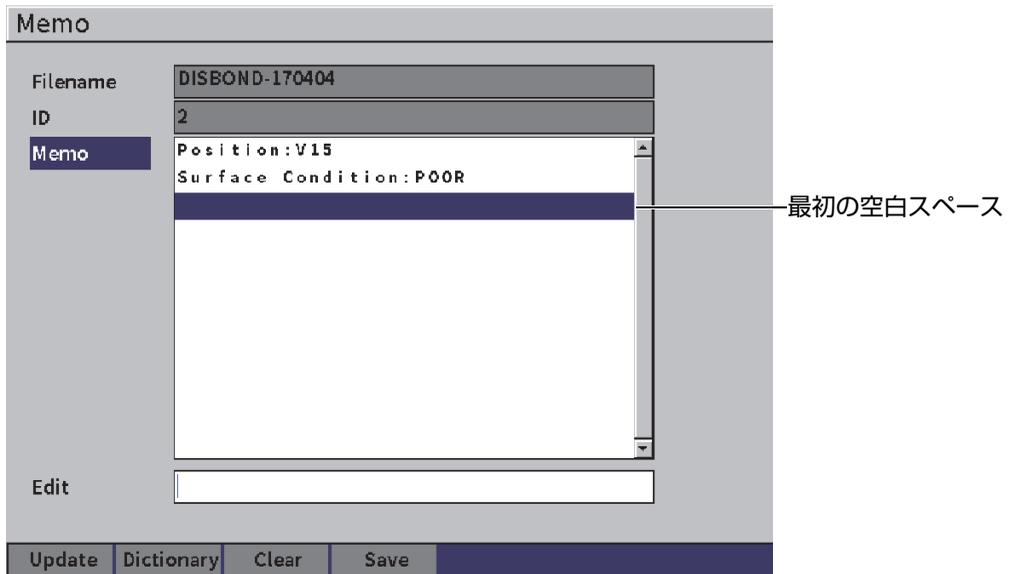

図 9-22 メモ辞書ページ – ラベル情報の挿入
2. 調整ノブを回して最初の空白スペースまで下にスクロールします (147 ページの図 9-22 参照)。